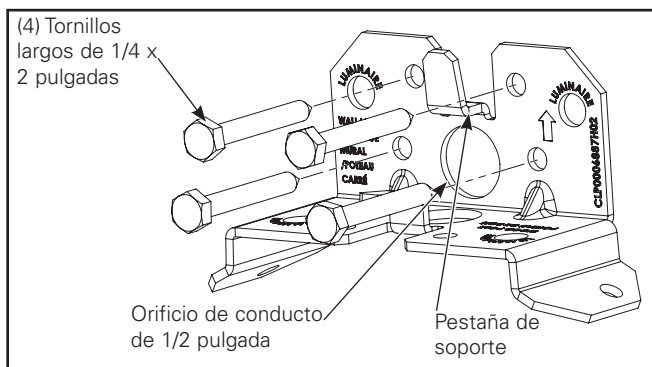

Figura 2.
- Montaje en pared / poste cuadrado:** Coloque el soporte (montaje en pared / poste cuadrado) contra la superficie de montaje con la flecha del soporte hacia arriba. (Figura 2.)